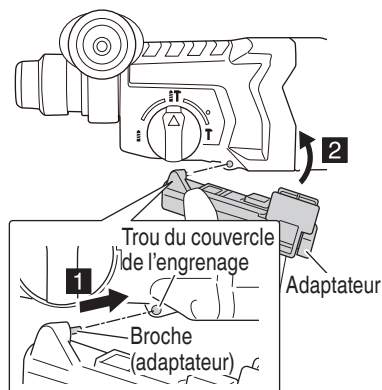

Fig. 4
- (2) Installez l'adaptateur sur le produit. Insérez la broche de l'adaptateur dans le trou du couvercle de l'engrenage et fixez-le avec le loquet (Fig. 4)